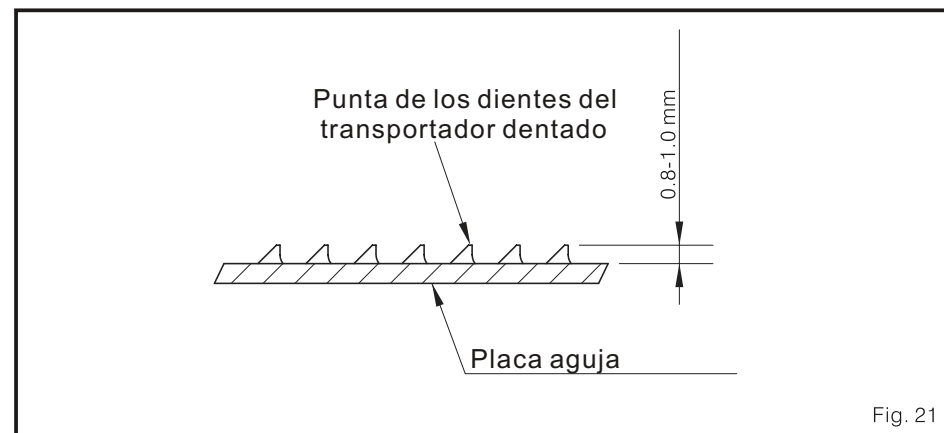

Fig. 21
- (1) Cuando los dientes del transportador dentado estén en el punto superior, la punta de los mismos deben estar de 0.8-1.0 mm más arriba que la superficie de la placa aguja. (Fig. 21)